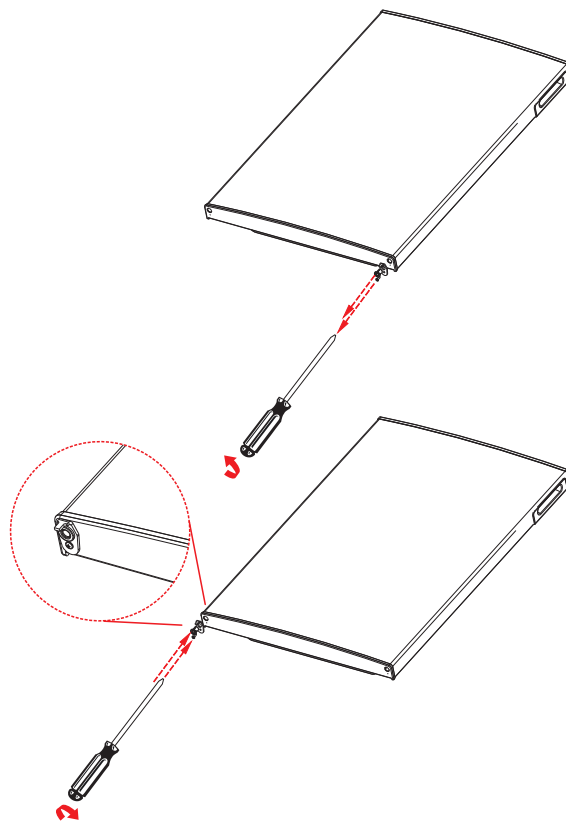

Abb. 15
- ▶ Lösen Sie die Halterungsschraube des unteren Türanschlagbegrenzers. Versetzen Sie den Türanschlagbegrenzer ebenfalls auf die linke Seite und schrauben Sie den Türanschlagbegrenzer mit der Halterungsschraube fest (Abb. 15).